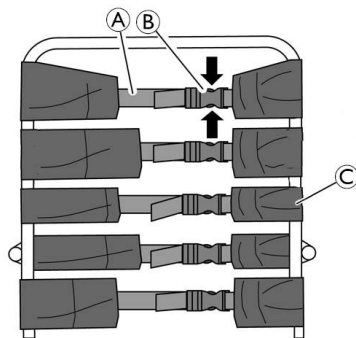

Fig. 4-6
1. Ouvrez les boucles B en comprimant les languettes de fixation (voir flèches des figures 4-6).